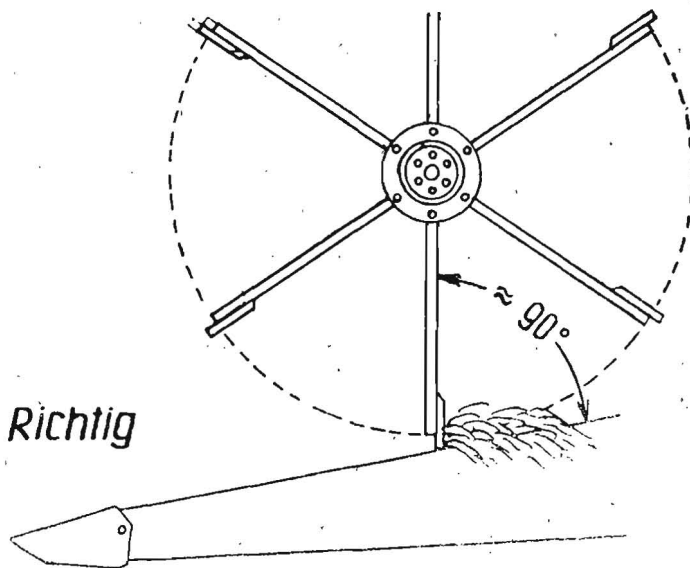

Bild 19
2. Haspel so einstellen, daß hängendes Mähgut abgestreift wird (Bild 19).